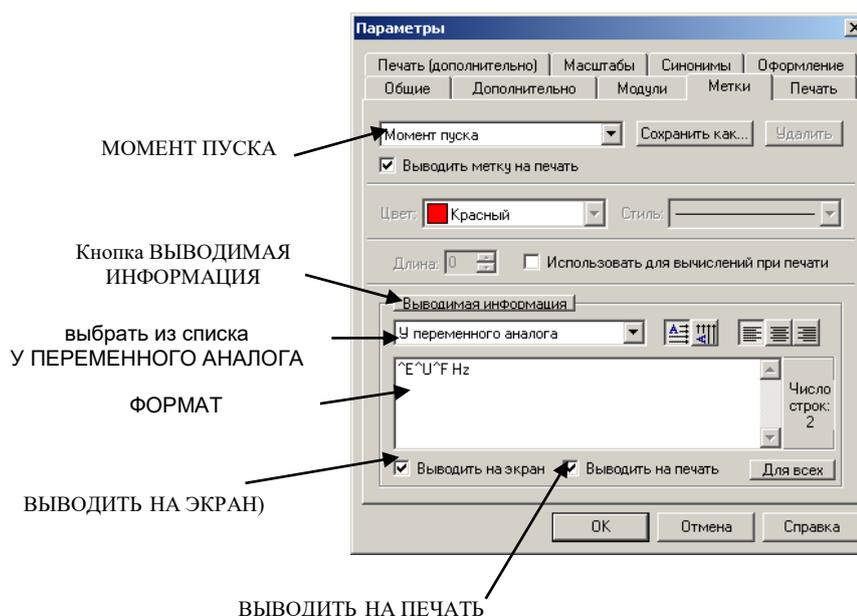

Рисунок 9
– активизировать кнопку ВЫВОДИМАЯ ИНФОРМАЦИЯ, и в открывшемся листе Спецификации формата информации, выбрать формат информации, в которой будет представлена измерительная информация в текущем поле в текущей метке, рисунок 9.